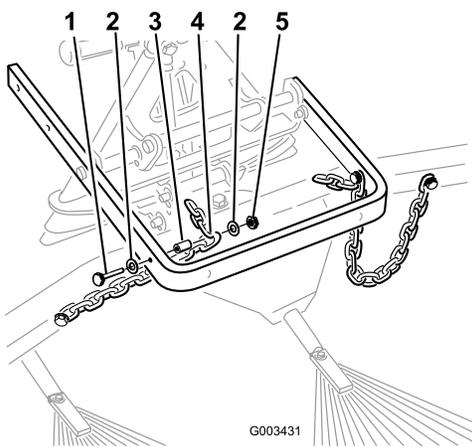

Figura 15
8. Fissare la terza maglia di ciascuna catena alla parte interna del braccio di sollevamento con i bulloni, le rondelle, i distanziali e i dadi di bloccaggio precedentemente rimossi (Figura 15).